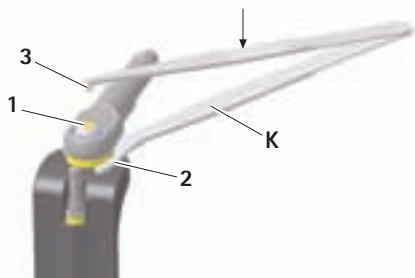

Fig. 5
- Deslizar la pinza K con la boca 2 bajo el acoplamiento y presionar el perno 1 de la abrazadera D con la púa de la pinza 3, ver Fig. 5.